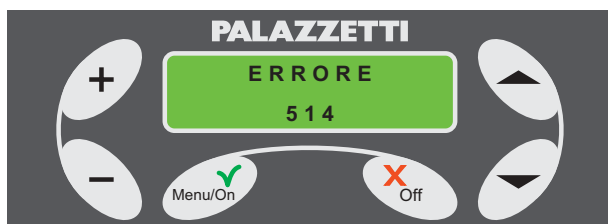

Fig. 7.7.12
- 3) pour réarmer le poêle, dévisser les capuchons (**G**) placés à l'intérieur du réservoir (Fig. 7.7.10 et 7.7.11) puis appuyer sur les boutons **H** (Fig. 7.7.12);
- 3) para rearmar la estufa, desenroscar los casquillos (**G**) ubicados dentro del depósito, (Fig. 7.7.10 e 7.7.11) y pulsar los botones **H** (Fig. 7.7.12);